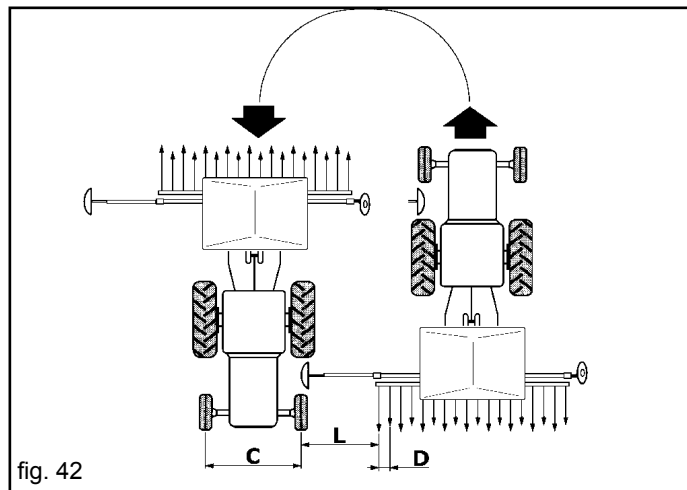
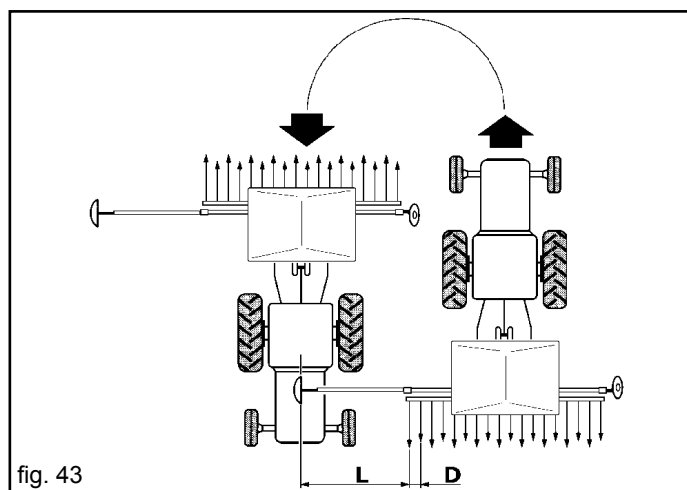

fig. 42
fig. 43
- **Mod. 400/450:** Öldynamisch einklappbarer Spurreißer mit **Spur unter dem Schlepperrad** (Fig. 42);
- **Mod. 500/600:** Spurreißer mit **Spur in Schleppermitte**, öldynamisch einklappbar in die Außenabmessungen der Sämaschine (Fig. 43).
Der Spurmarkierer ist eine Vorrichtung, die eine parallel zum Schlepperlauf liegende Bezugslinie auf dem Boden zieht. Wenn der Traktor den Lauf beendet und gewendet hat, fährt man mit einem der **Vorderräder** (Abb. 42) oder mit der **Schleppermitte** (Abb. 43) auf der Richtlinie, je nach benutztem Spurreißer.